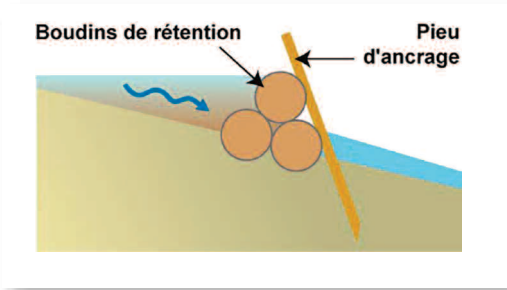

Figure 29. Modalité d'ancrage d'un seuil semi-perméable réalisé à l'aide de boudins de rétention. Source : adapté de Caltrans.
- profil en long : favoriser les formes trapézoïdales (figure 29 page 73) ;
Dans le cas de seuils anti-érosion en boudins (figure 29) :